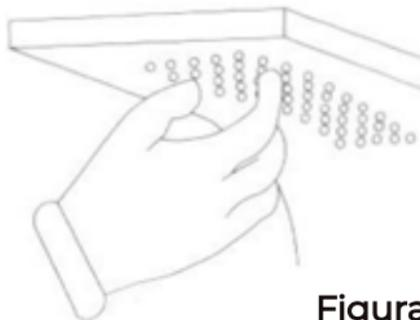

Figura 06
- Abra a água e limpe os canais passando o dedo ou uma esponja. (Veja a figura 06).